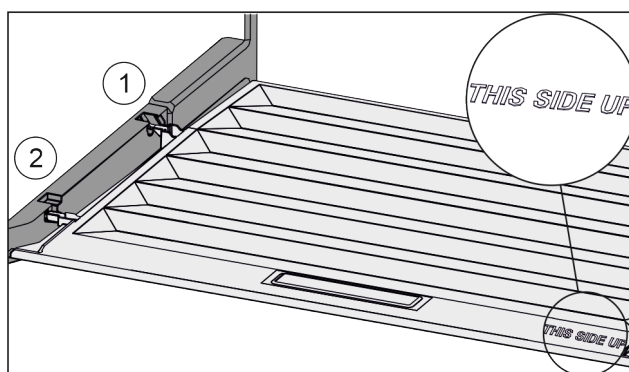

Fig. 102
- ▶ Prečke poklopca uvedite preko otvora stražnjeg držača Fig. 102 (1) i uglavite ih u držač Fig. 102 (2).